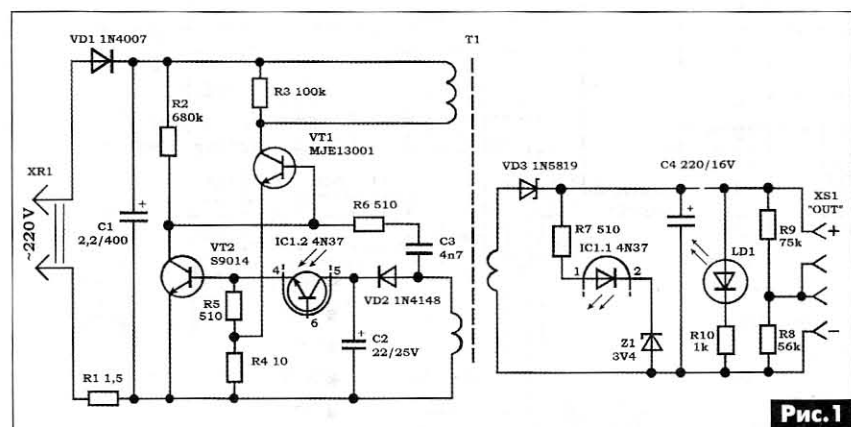

Рис. 1
Как видно из схемы рис. 1, она в принципе типовая. Ее отказ произошел из-за некачественной пайки радиокомпонентов на печатной плате. Пропайка выводов большинства деталей восстановила работоспособность схемы. Одновременно был заменен транзистор VT2 на более качественный экземпляр этого же типа.
Интегральная микросхема (ИМС) K561IE11 представляет собой четырехразрядный синхронный двунаправленный двоичный счетчик, он имеет вход управления направлением счета (U/D), вход разрешения синхронного счета (CIN), асинхронный вход управления записи (PE), четыре параллельных входа, четыре параллельных выхода (Q1, Q2, Q3, Q4) и выход переноса (CO). Эта интегральная микросхема может быть сконфигурирована как простой коммутатор 1 из 5, например, чтобы управлять аналоговыми ключами с соответствующей индикацией или осуществлять управление режимами радиолюбительской конструкции. Принципиальная схема такого коммутатора показана на **рис. 1**.